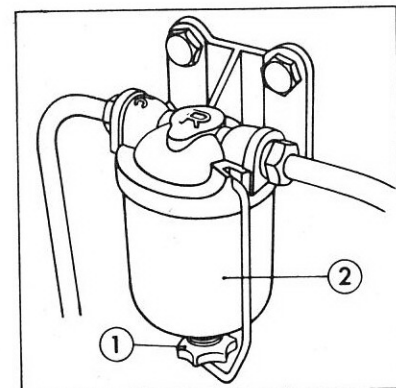

Fig. 22
2. Desserrer l'écrou de bride (Fig. 22) déplacer la bride et déposer la cuve du filtre.